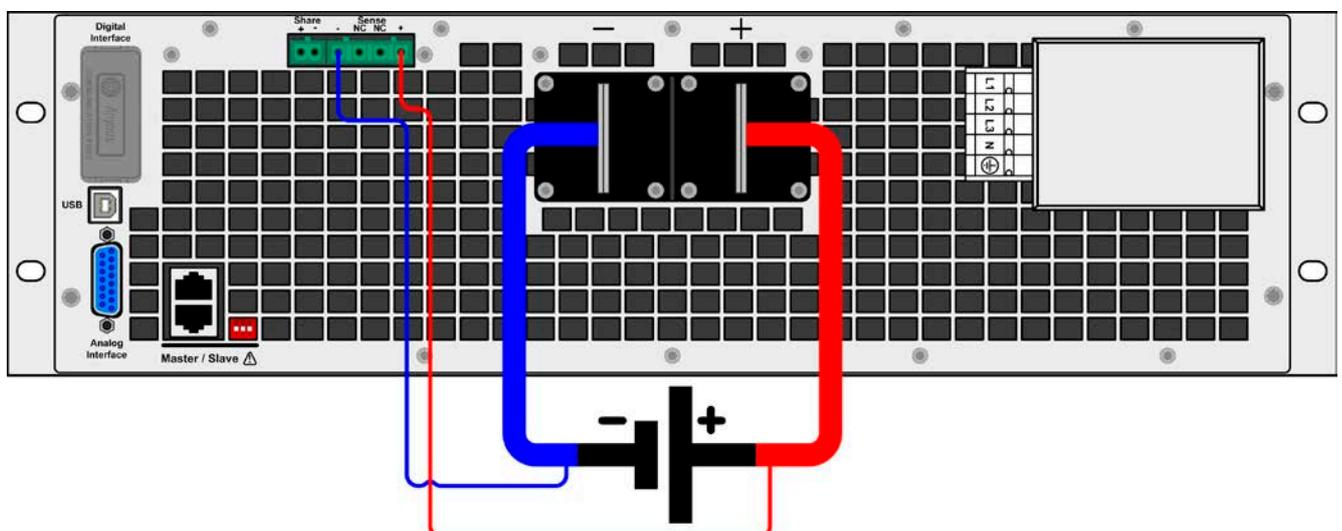

Imagen 12 - Ejemplo de un cableado de detección remota
- La detección remota es solo eficaz durante un funcionamiento de tensión constante (CV) y para otros modos de regulación, la entrada de detección se debe desconectar en la medida de lo posible porque conectarla generalmente incrementa la tendencia a la oscilación.
- Los cables de detección se debe conectar del polo + al polo + y del - al - en la fuente, de lo contrario, la entrada de detección de la carga electrónica podría resultar dañada. Véase un ejemplo a continuación Imagen 12.